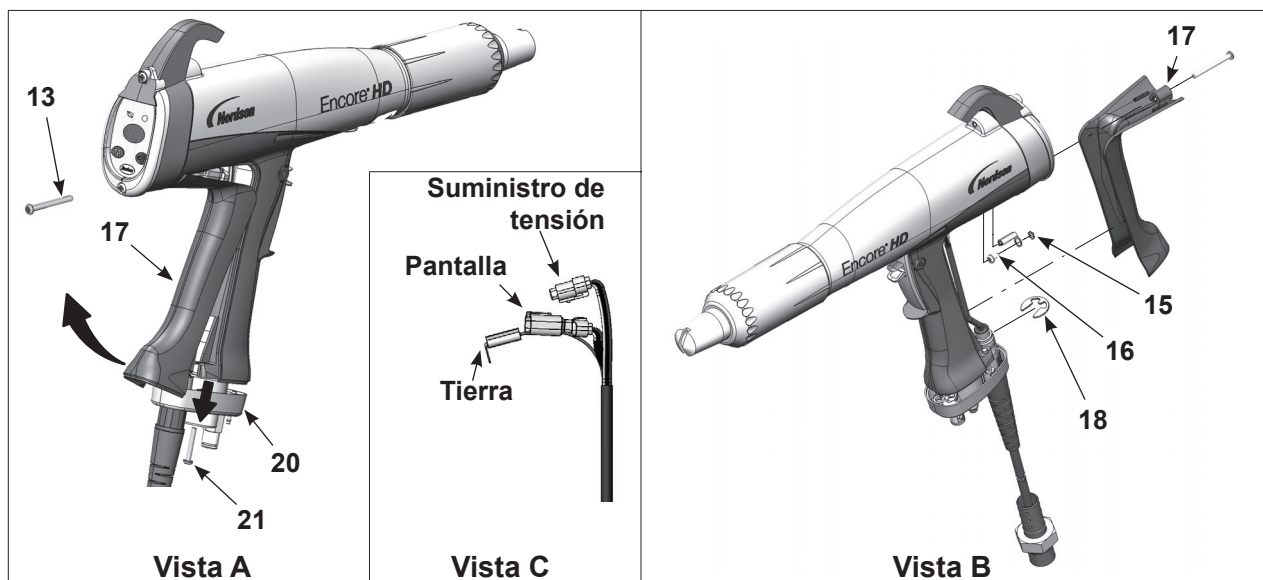

Figura 16 Sustitución de cables
2. Ver la Figura 16, vista A. Soltar los dos tornillos M3 x 20 (21) que fijan la base de la empuñadura (20) a la empuñadura.
3. Extraer el tornillo M3 x 35 inferior (13) del módulo de pantalla.
4. Sacar la base de la empuñadura lo suficiente como para liberar el lateral inferior del acolchado (17) de la base.
6. Ver la Figura 16, vista B. Extraer el tornillo M3 x 8, la arandela de bloqueo (16, 15), y el terminal de tierra del acolchado.
7. Extraer el anillo de retención (18) del cable.
8. Ver la Figura 16, vista C. Sacar los conectores de cables de la empuñadura. Insertar un destornillador plano en la ranura de suministro y visualizar los conectores para soltar el soporte y desconectarlos.
1. Ver la Figura 16. Introducir un cable nuevo a través de la base de la empuñadura, posteriormente instalar el anillo de retención (18) en el cable para mantenerlo en su sitio.
3. Conectar el terminal del cable al acolchado (17) con el tornillo M3 x 6 y la arandela de bloqueo (16, 15).
6. Empujar la base de la empuñadura (20) contra la empuñadura y el acolchado, después apretar bien los dos tornillos M3 x 20 (21) en la base.
7. Volver a instalar el tornillo M3 x 35 (13) en la parte inferior del módulo de pantalla.